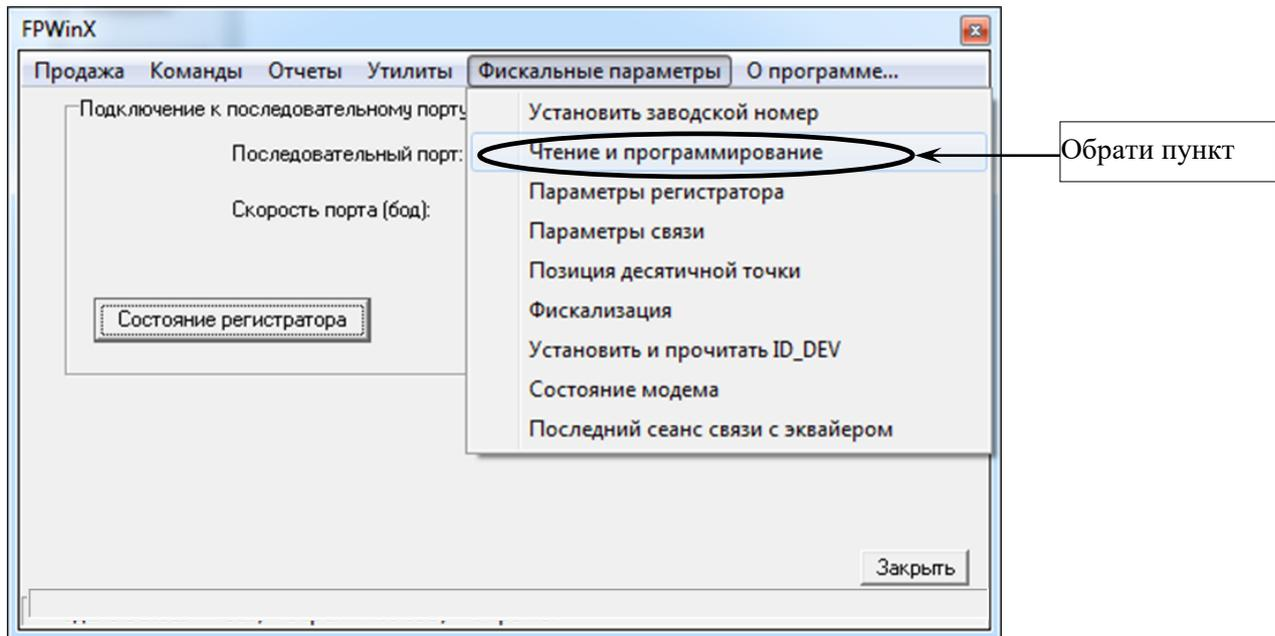

Рисунок 18
5.4 У вікні програми обрати закладку «Фискальные параметры», далі у випадаючому меню обрати пункт «Чтение и программирование» (рисунок 18).